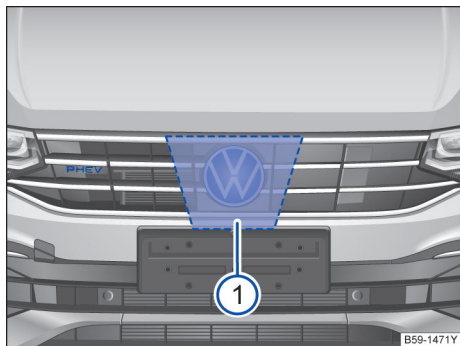

图 124 雷达传感器
为探测交通情况，VW 标志后方的散热器格栅内安装有一个雷达传感器→图 124 ①。因此可识别最远约 100 m 的前车。
雷达传感器前方和四周的区域→图 124 不得被贴签、附加大灯、牌照装饰框或其他类似物体遮盖，因为这样做可能会影响车前测距监控系统的功能。